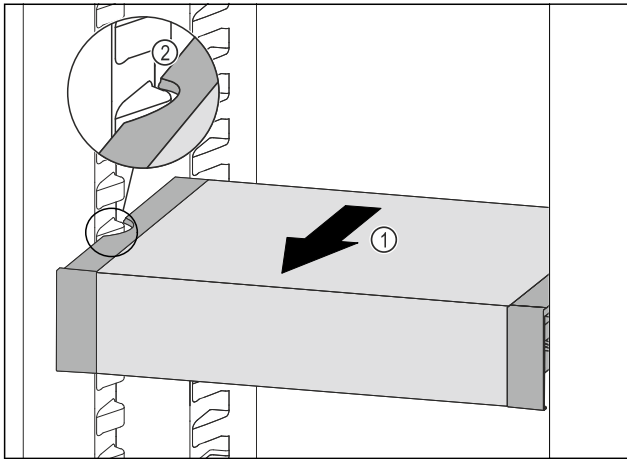

Fig. 125
- ▶ VarioSafe nach vorne ziehen Fig. 125 (1), bis sich die seitlichen Aussparungen des VarioSafes auf Höhe der Behälterrippe im Kühlteil befinden. Fig. 125 (2)